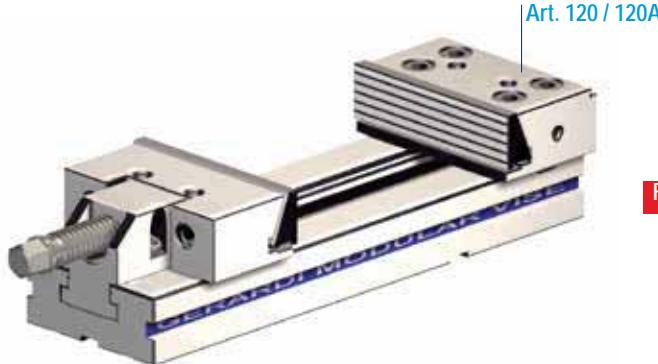

Fig. 1 | Pic. 1
- 1 - Assicurarsi che la morsa sia correttamente posizionata e ancorata alla tavola della macchina e che la ganascia fissa Art. 120 / 120A sia correttamente fissata. (Fig. 1)